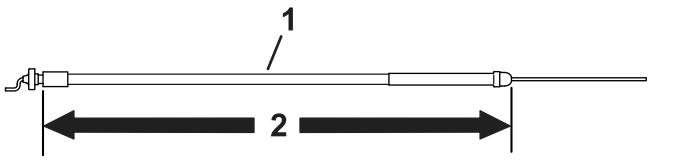

Figure 8
• Utilisez le câble d'accélérateur de 172,2 cm de long pour le groupe de déplacement modèle 04035, 04037, 04056 ou 04060 ; voir Figure 8.